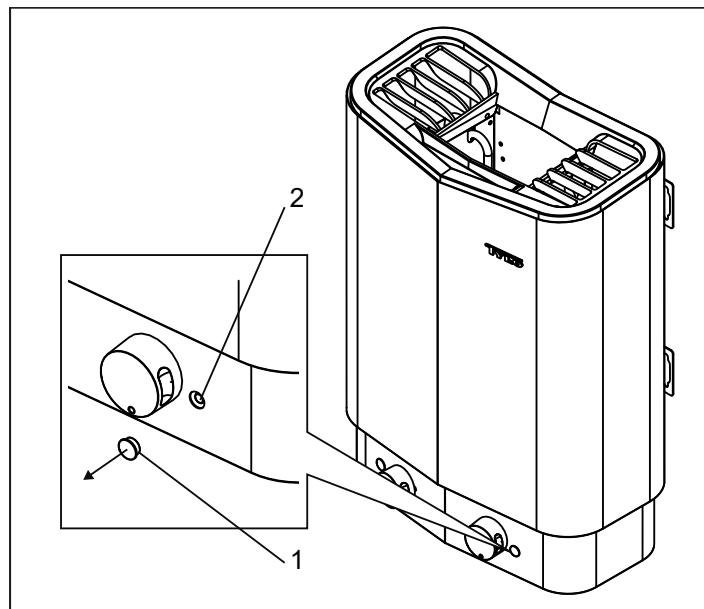

Fig 5: Återställning av temperaturskyddet
Temperaturskyddet i aggregatet är till för att skydda komponenter, rörelement samt trävirke i bastun från överhetning. Om temperaturskyddet har utlöst går det ej att starta aggregatet förrän det har återställts. Innan detta görs skall orsaken till överhetning klarläggas. För att återställa temperaturskyddet ta bort täckplugg (1) (se Fig 5) och tryck in (2) tills det klickar till.